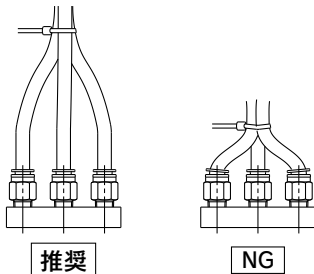

図2 結束バンドで配管を束ねた場合
- また、結束バンドなどで配管を束ねる場合には継手に外力が加わらないよう配管してください。(図2参照)